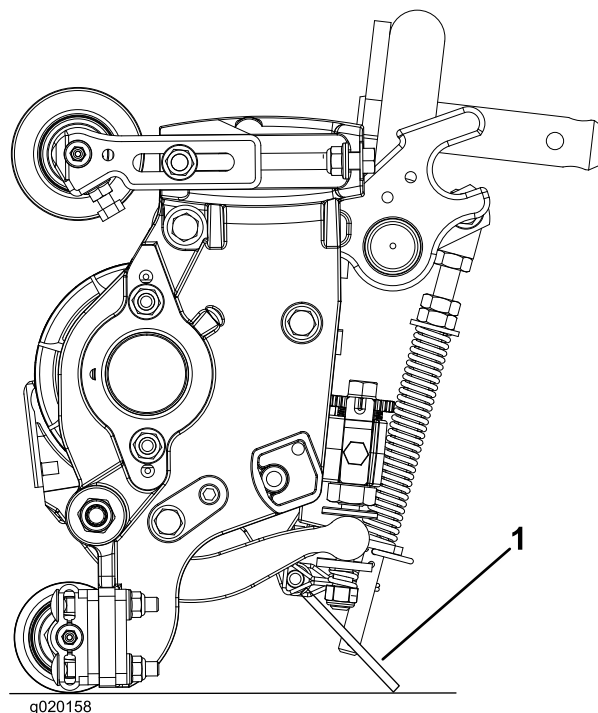

图9
**重要事项** 确保底刀架调整螺丝后端的螺母不接触工作表面图9。